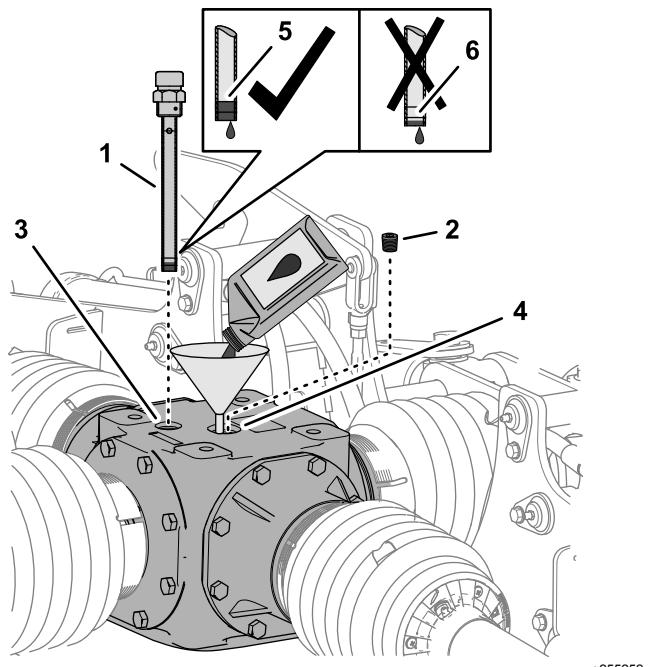

Figura 55
1. Togliete l'asta di livello dal relativo foro nella parte superiore della scatola ingranaggi centrale e pulitela (Figura 55).
2. Togliete il tappo di riempimento dal relativo foro nella parte superiore della scatola ingranaggi (Figura 55).
3. Aggiungete 1.774 ml di lubrificante per ingranaggi specificato nella scatola ingranaggi, attraverso il foro di riempimento (Figura 55).
4. Avvitate l'asta di livello nel foro, togliete l'asta di livello e controllate il livello del lubrificante (Figura 55).
6. Avvitate l'asta di livello nel foro di riempimento e serrate l'asta di livello (Figura 55).
7. Montate il tappo di riempimento nel relativo foro e serratelo (Figura 55).